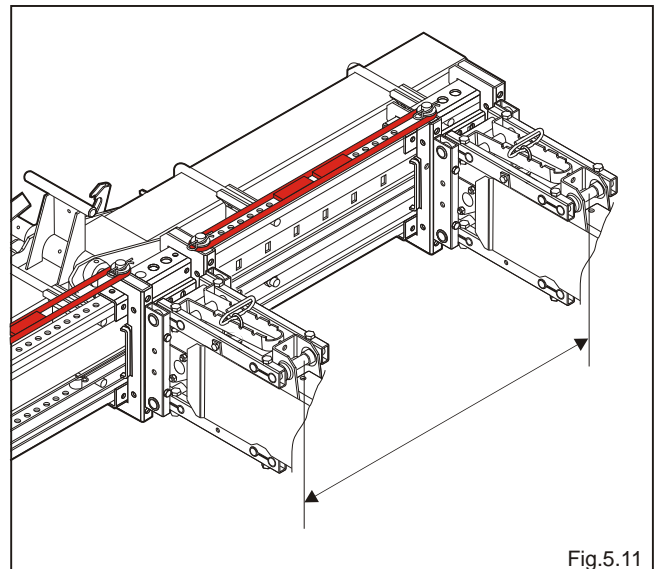

Fig.5.11
- Stifte **S** auf beiden Seiten entfernen (Abb.5.11).